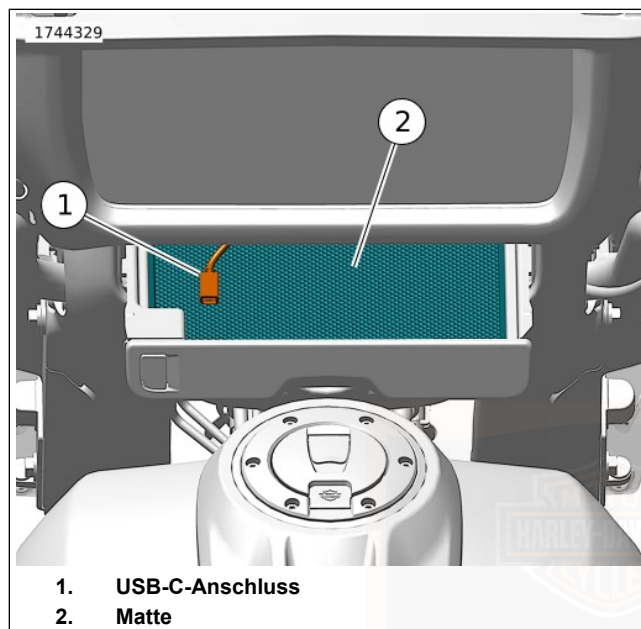

Abbildung 58. Medienfach (offen): Gabelmontierte Verkleidung
USB- oder Mediengerät anschließen: Siehe Abbildung 58. Gerät mit dem USB-C-Anschluss (1) verbinden. Das Gerät auf die gepolsterte Matte (2) legen. Die Klappe des Fachs schließen.